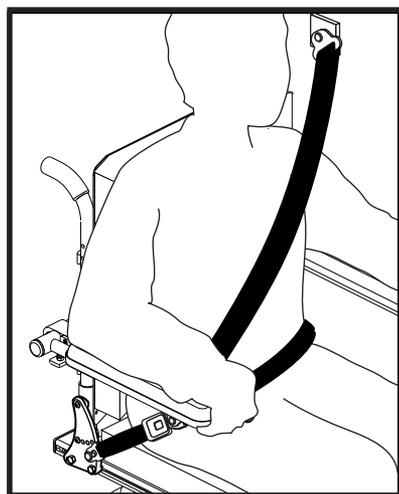

Figura 14. Posizionamento della cintura toracica
- Posizionare la cintura toracica sul centro della spalla e il centro del torace e collegare alla cintura addominale fissata alla base della carrozzina. **Consultare la figura 14.**